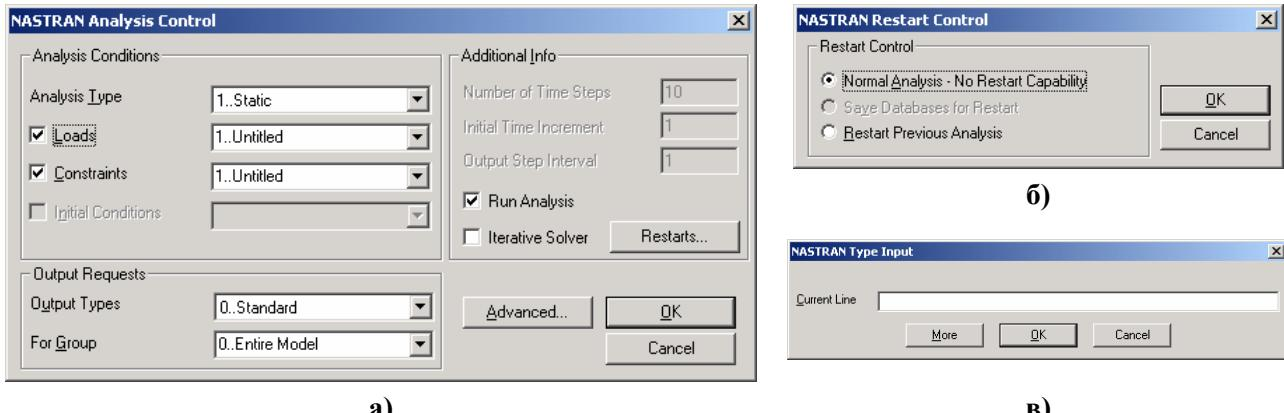

Рис.4.6. Діалогові панелі: а) – одиничного запуску процесу розрахунку країової задачі; б) – настроювання рестарту; в) – введення текстового рядка
Дається команда **File→Analyze...**, вказується (створюється) файл (з розширенням імені **.dat** або **.nas**). Увага: назва – без пробілів, знаків #”\$*\\=/:?<>, кирилиці), на діалоговій панелі „**NASTRAN Analysis Control**”, що з’явиться (див. рис.4.6-а), обирається у списку „**Analysis Type**” потрібний тип задачі. У списках „**Loads**” (навантаження), „**Constraints**” (закріплення) та „**Initial Conditions**” (початкові умови) повинні з’явитися імена відповідних активних наборів, які можна змінити на інші (якщо інші набори створювалися).
Кнопкою „**Restarts...**” діалогової панелі „**NASTRAN Analysis Control**” можна викликати діалогову панель налаштовування рестарту „**NASTRAN Restart Control**” (див. рис.4.6-б). На ній є три варіанта: „**Normal Analysis – No Restart Capability**” (звичайний аналіз без рестарту), „**Save Databases for Restart**” (зберігати дані для рестарту) та „**Restart Previous Analysis**” (провести рестарт попереднього аналізу). В останньому випадку викликається діалогова панель „**Restart From Database**” для пошуку файла рестарту типу *.MASTER. Рестарт необхідний для декількох типів задач, про що буде вказано у наступних розділах.
У полі „**Solution Number**” вказується значення (або її цифровий код) змінної **DMAP**, яка відповідає типу задачі і може мати значення, вказані у таблиці 4.1. Значення встановлюється тут відповідно до обраного типу на попередній панелі „**NASTRAN Analysis Control**” (див. рис.4.6-а), але можуть редагуватися користувачем з клавіатури.
• „Type Input...” – ввести будь-який текст (команду, параметр) за допомогою діалогового вікна, що з’являється (див. рис.4.6-в). Для початку нового рядка є кнопка „More”. Рядок-коментар потрібно розпочинати символом \$. Кнопка „Cancel” відміняє введення лише поточного рядка;
Примітка 4.1. Якщо умови закріплення (**Constraint Set**) тіла – незмінні та створено декілька наборів навантажень (**Load Set**), то декілька варіантів навантажень можна створити іншим чином: на діалоговій панелі „**NASTRAN Analysis Control**” (див. рис.4.6-а) з’являється